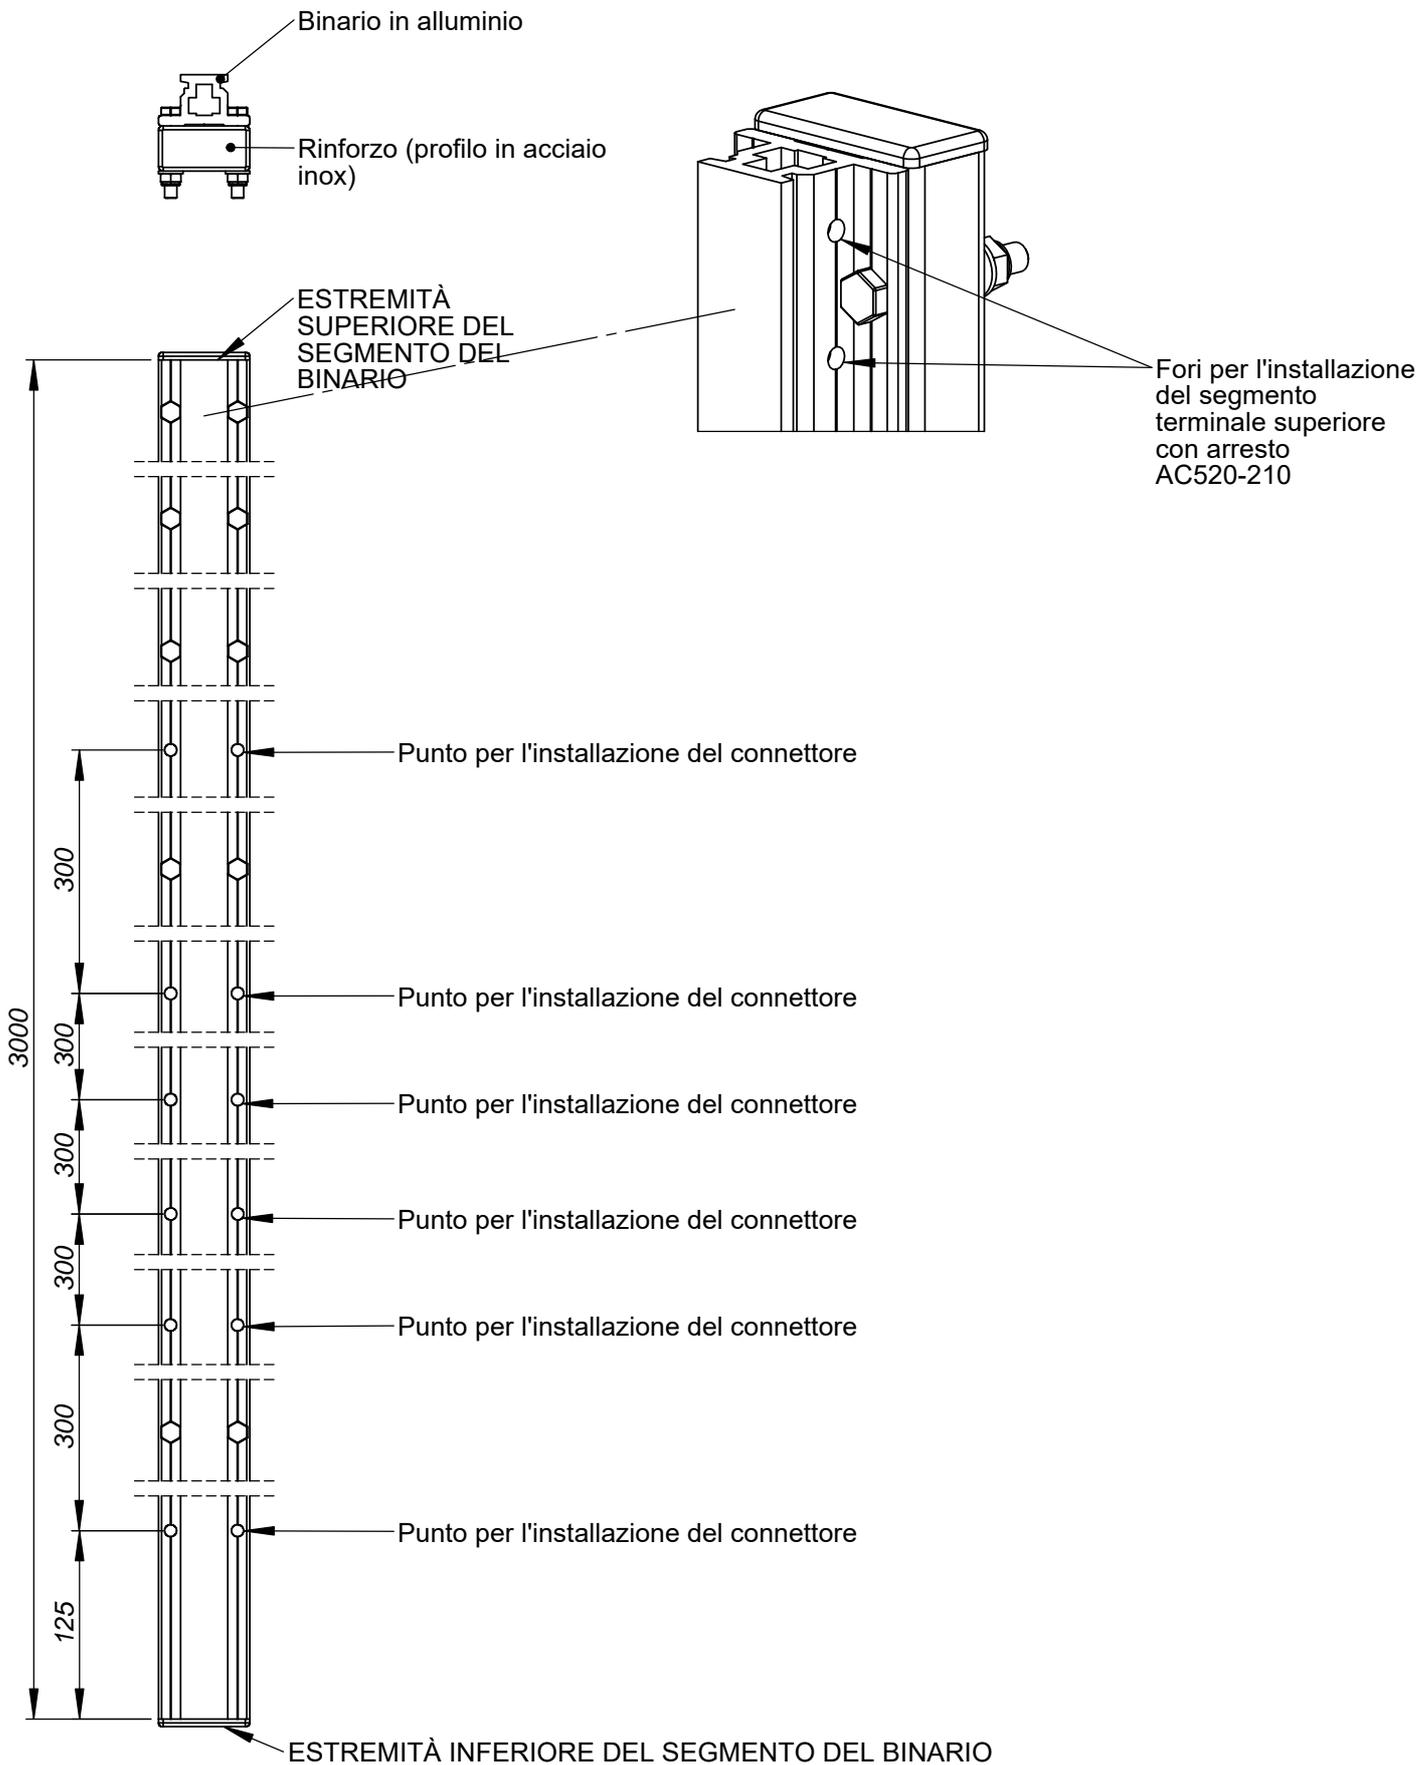

Fig. 10.1.2 AC520-111 - Segmento del binario - uscita dritta sul tetto.
10.1.2. AC520-111 - SEGMENTO DEL BINARIO - USCITA DRITTA SUL TETTO (Fig. 10.1.2)